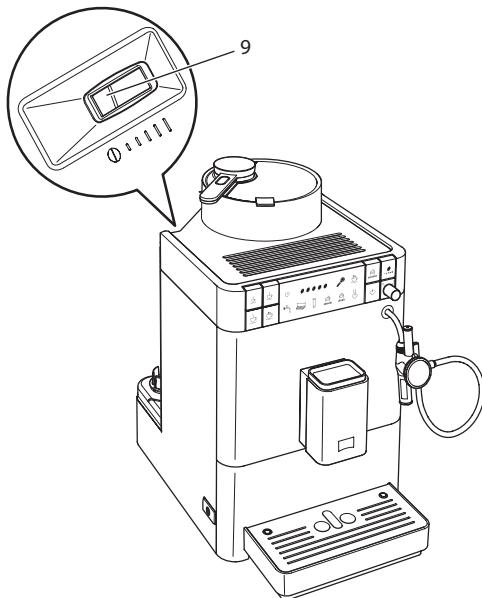

Abb. 14: Hebel für die Einstellung des Mahlgrads (Caffeo® Varianza® CS)
2. Stellen Sie den Hebel nach links oder nach rechts, wie auf Abb. 14 abgebildet.
**① Information**